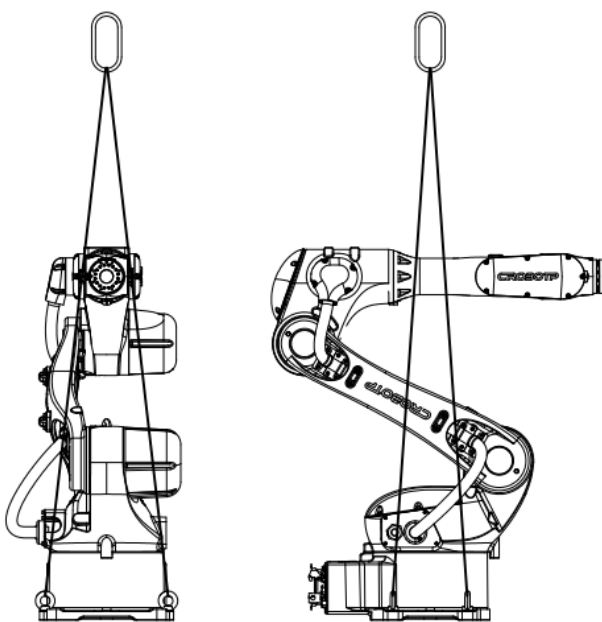

图 3.1
- (1) 必须把机器人调整到搬运姿态（参考图3.1）。
- (2) 锁紧机器人腰部的吊环。
- (3) 用满足机器人搬运要求的吊带，或者钢丝绳，穿过吊环。
- (4) 在吊带与机器人本体有接触的地方，垫上缓冲材料。
- (5) 搬运时，必须缓慢平稳，防止机器人在搬运过程中晃动。
- (2) 使用能够承受机器人重量的托盘。
- (3) 将机器人用M16螺栓固定在托盘中间。禁止在托盘边沿放置机器人。
- (4) 搬运时，必须缓慢平稳，防止机器人在搬运过程中晃动。